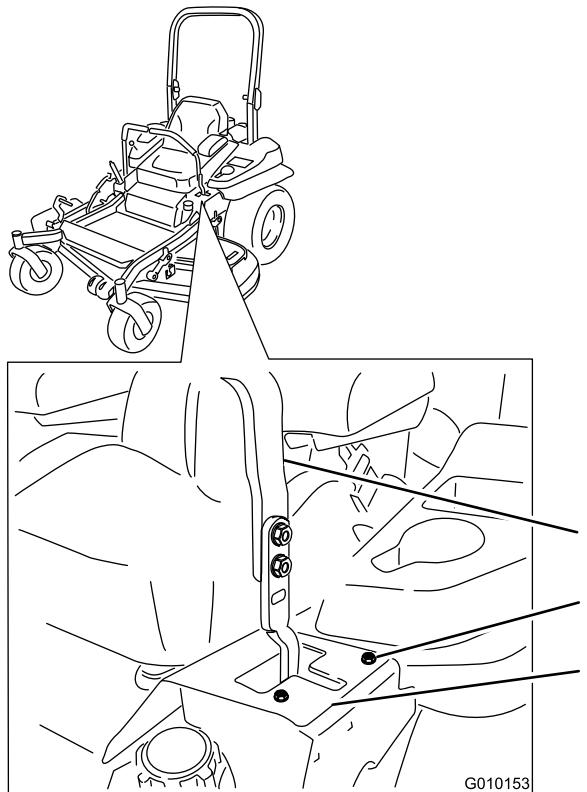

図 50
6. 右にずれていく場合には、ボルトをゆるめて左側T字スロットの左ストッププレートを後ろにずらす (図 50)。
7. 左にずれていく場合には、ボルトをゆるめて右側T字スロットの右ストッププレートを後ろにずらす (図 50)。
8. ストッププレートを締め付ける (図 50)。